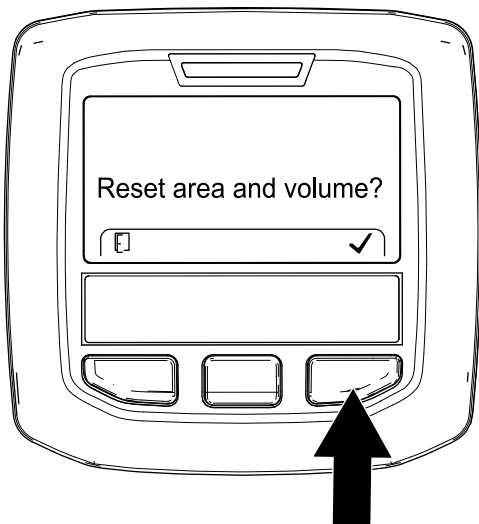

图 110
6. 在 重置面积和体积屏幕上按右侧 InfoCenter 信息中心按钮图 110。